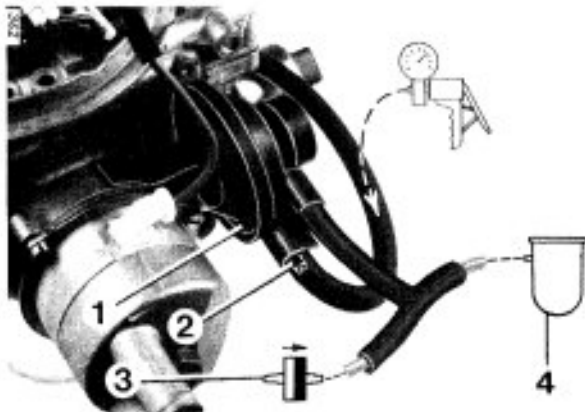

Bild 9
4.2 2B5 Vergaser (Bild 9)
- Schlauch am Rückschlagventil (3) abziehen und weiße Seite des Ventils verschließen.
- Druckdifferenz (ca. 400 mbar) in Pulldown-dose (1) und Volumenbehälter (4) herstellen.